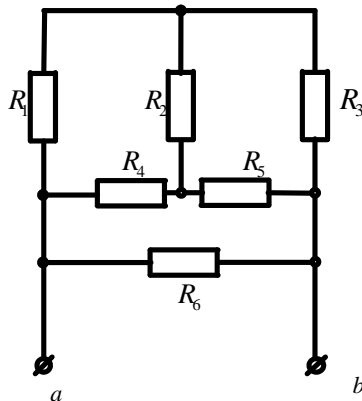

Рисунок 13
**Задача 8.** Определить эквивалентное сопротивление схемы (рис.13) относительно зажимов  $ab$ , если  $R_1=80\text{Ом}$ ;  $R_2=24\text{Ом}$ ;  $R_3=60\text{Ом}$ ;  $R_4=20\text{Ом}$ ;  $R_5=40\text{Ом}$ ;  $R_6=100\text{Ом}$ .